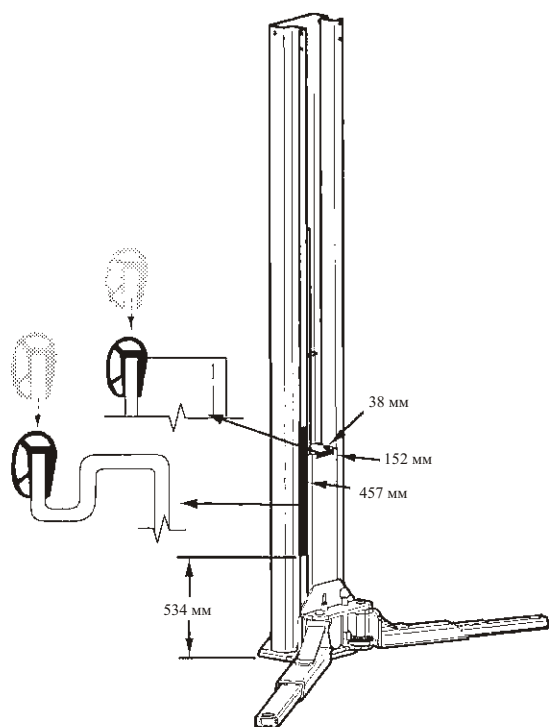

Рис. 20
- 1) Установите прокладку длиной 457 мм, прижав ее к колонне (рис. 20)
- 2) Прижмите прокладку длиной 152 мм к верхней боковой части корпуса салазок подъемника (рис. 20).
- 3) Прижмите прокладку длиной 38 мм к верхней части корпуса салазок (рис.20).